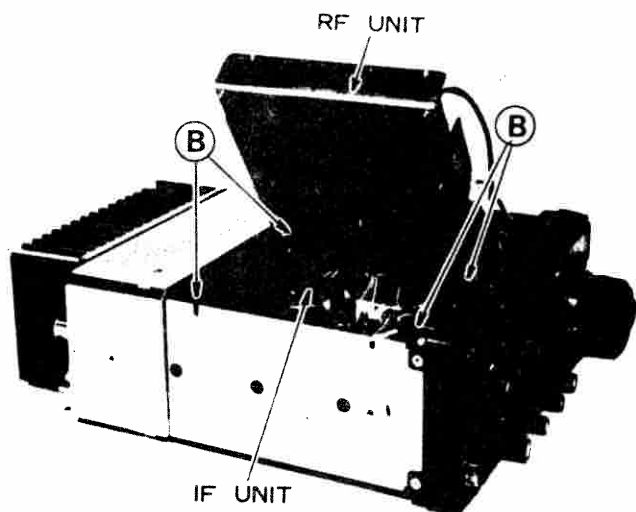

FIG. 3
- 3 Riferendosi alla Fig.3 togliere le 4 viti contrassegnate "B" che bloccano l'unità di media frequenza. Togliere quindi i 3 connettori e la piastra.